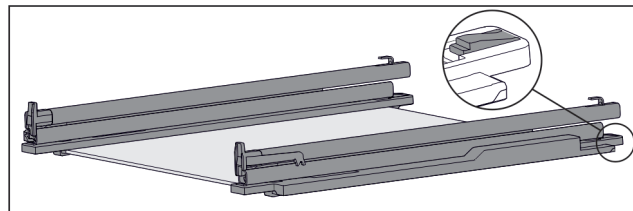

Fig. 219 Placă de sticlă cu șine și piese de fixare
- ▶ Apăsați în jos piesa de fixare din spate (vezi Fig. 219) și, în același timp, împingeți șina înapoi.